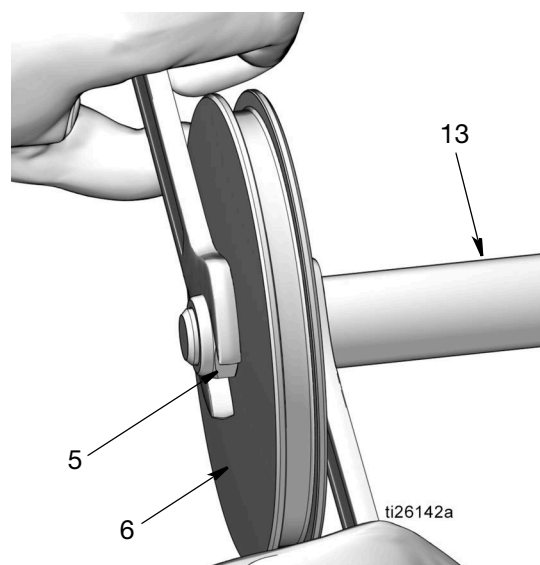

FIG. 48
- Monte la tuerca (5) en el extremo del vástago del pistón (13). Utilice dos llaves, trabajando en direcciones opuestas, para apretar la tuerca. Fije
una llave de boca en la parte plana del vástago del pistón y con la otra llave apriete la tuerca (5) como se observa en FIG. 48.